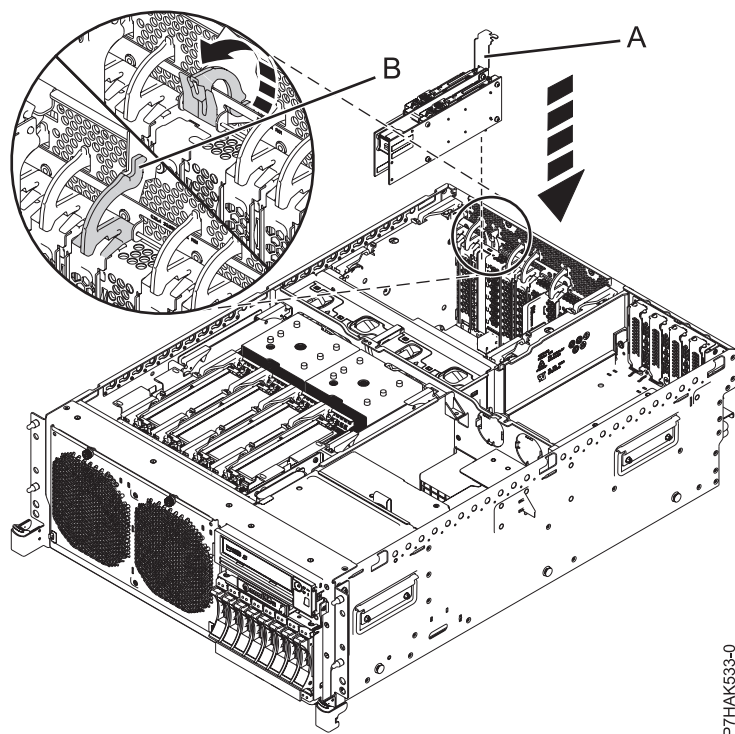
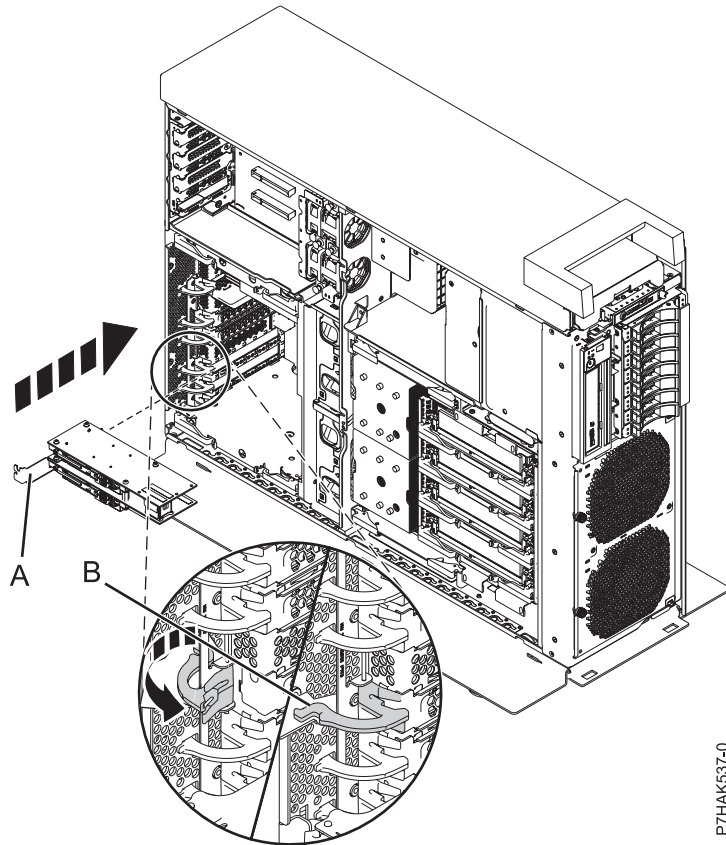

Abbildung 27. PCIe-RAID- und SSD-SAS-Adapter bei einem Einschubsystem austauschen
Abbildung 28. PCIe-RAID- und SSD-SAS-Adapter bei einem Standalone-System austauschen
17. Fassen Sie den Adapter (A) vorsichtig an der oberen Kante an und richten Sie ihn an dem Erweiterungssteckplatz und seinem Anschluss an der Systemrückwandplatine aus. Vergleichen Sie hierzu Abb. 27 und Abb. 28 auf Seite 37.